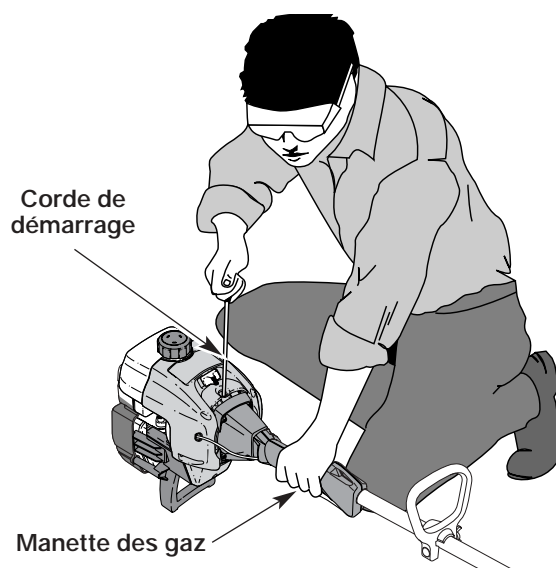

Fig. 8
AVERTISSEMENT : évitez tout démarrage accidentel. Tenez-vous en position de démarrage lorsque vous tirez sur la corde de démarrage (Fig. 8). L'opérateur et l'appareil doivent tous deux être en position stable pour éviter des blessures graves.
5. L'appareil étant prêt à démarrer (Fig. 8), appuyez sur la manette des gaz à pleins gaz et tirez brusquement sur la corde de démarrage 5 fois en position d'étranglement **MAXIMUM (A)** . Si le moteur essaie de démarrer avant le cinquième tir, passez à l'étape 6.
7. Tirez brusquement sur la corde de démarrage 1 à 3 fois pour démarrer le moteur (Fig. 8).
1. Relâchez la manette des gaz (Fig. 8). Laissez le moteur se refroidir au ralenti.